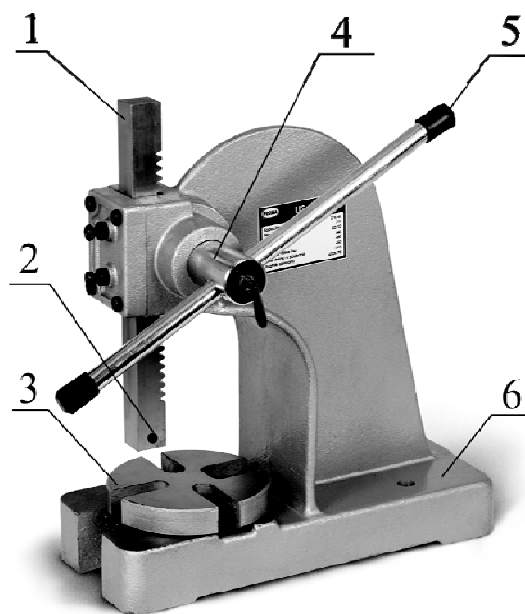

Рисунок 1
3.2 Основные узлы и детали оборудования (см. рис.1).